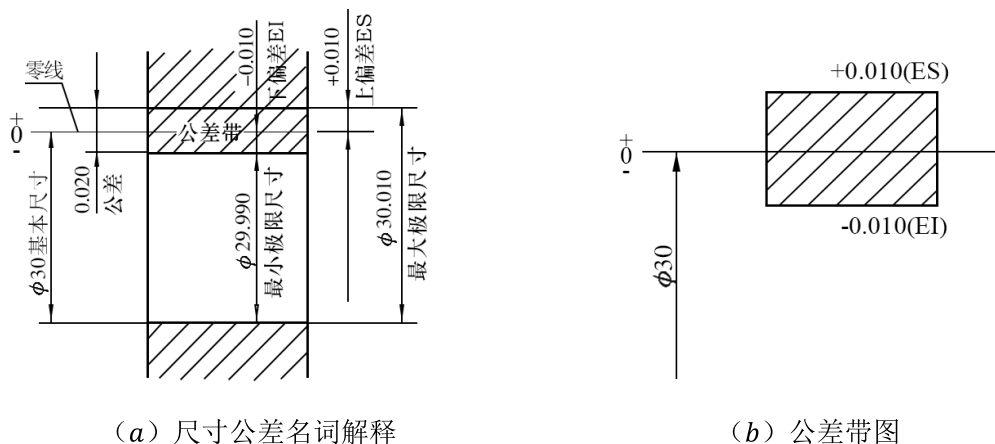

图 6-2 表面结构要求代号标注示例
在加工过程中，不可能把零件的尺寸做得绝对准确，必然存在一定的误差。为了满足零件的使用和互换性的要求，必须将零件尺寸的加工误差限制在一定的范围内，这个所允许的尺寸变动范围称为**尺寸公差**，简称**公差**。有关公差的术语，以图 6-2（a）所示的圆柱孔尺寸  $\phi 30 \pm 0.010$  为例，说明如下：
**尺寸公差带：**由上、下极限尺寸确定的尺寸变动范围，即上、下偏差的两条直线所限定的区域。如图 6-2 (b) 所示为图 6-2 (a) 的公差带图。